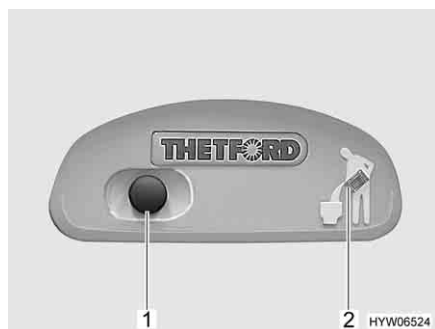
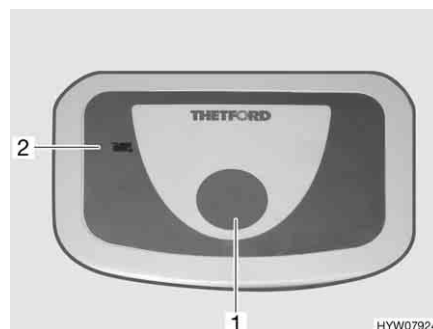

Fig. 254 Botón del inodoro/luz de control del inodoro Thetford
Fig. 255 Botón del inodoro/luz de control del inodoro Thetford (alternativa)
- Para lavar, pulsar el botón del inodoro azul (Fig. 254,1 ó Fig. 255,1).
La luz de control (Fig. 254,2 ó Fig. 255,2) se enciende cuando es necesario vaciar el depósito de aguas fecales.